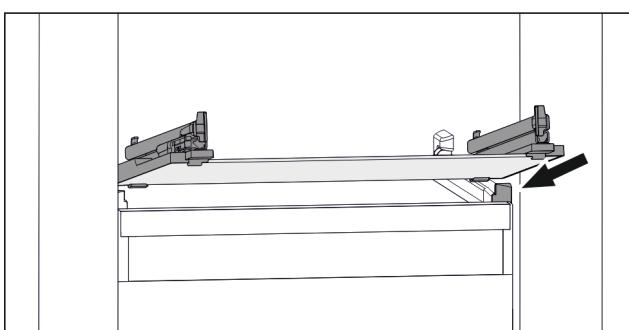

Fig. 54 Simbolična slika steklene plošče
- Stekleno ploščo postavite v pošetnem položaju za zaustavljalniki. (glejte Fig. 54)